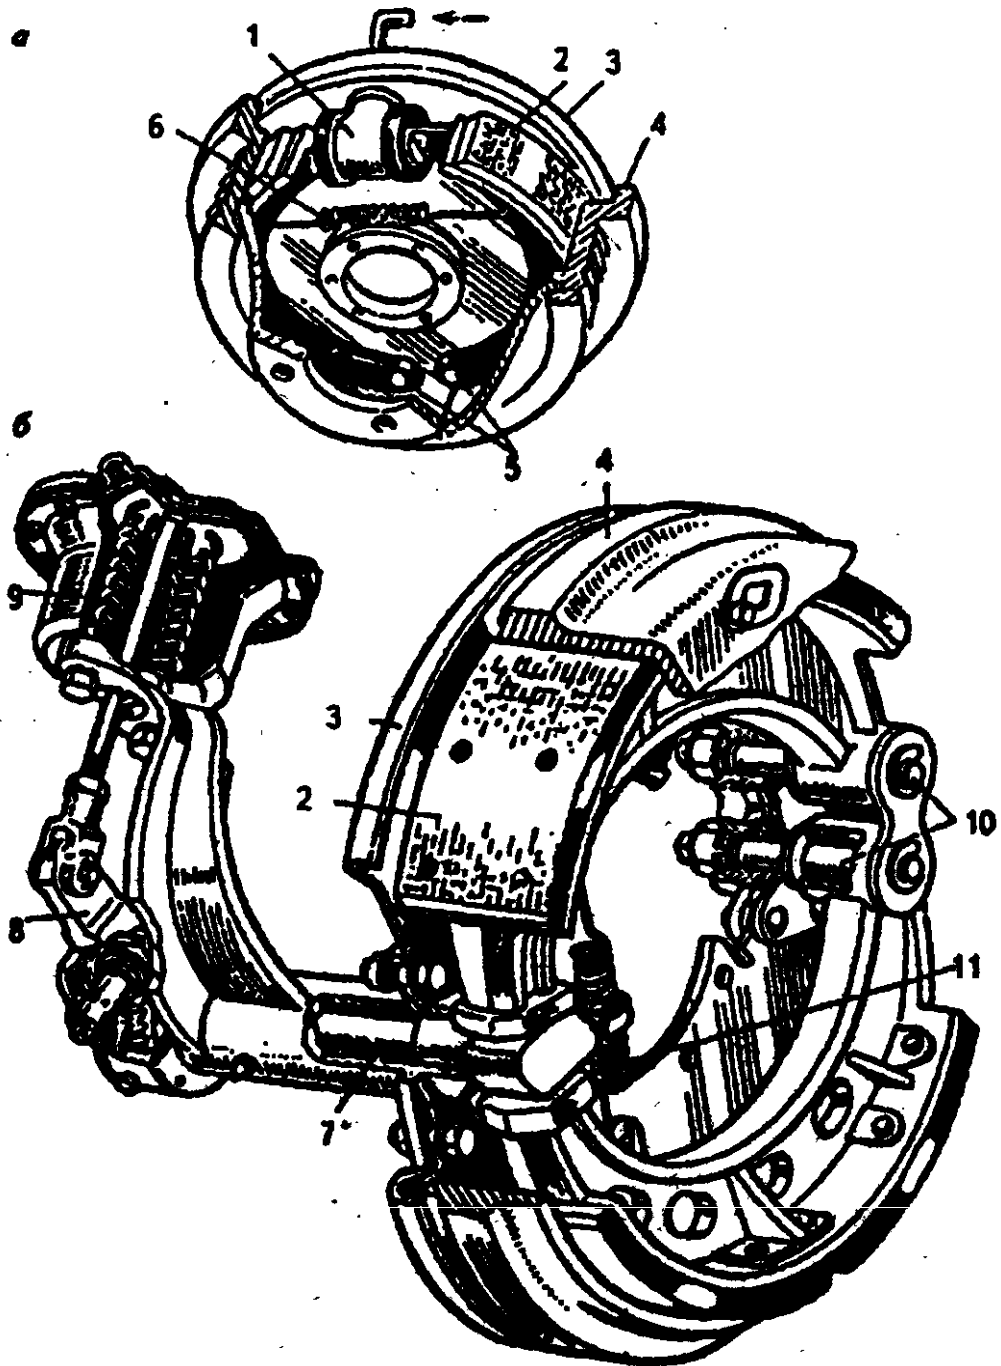

Рис. 92. Барабанный тормозной механизм:
*Барабанный тормозной механизм* с гидравлическим приводом (рис. 92) состоит из двух колодок с фрикционными накладками, установленных на опорном диске. Нижние концы колодок закреплены шарнирно на опорах, а верхние упираются через стальные сухари колодки в поршни разжимного колесного рабочего цилиндра.